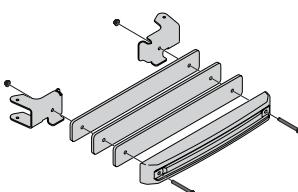

Figura 30
- Sujete la pesa y tres platillos de peso a los soportes de colgador de pesas con dos tornillos de cabeza hexagonal de 3/8" (710-3085) y dos tuercas (712-04065) como se muestra en la Figura 30.